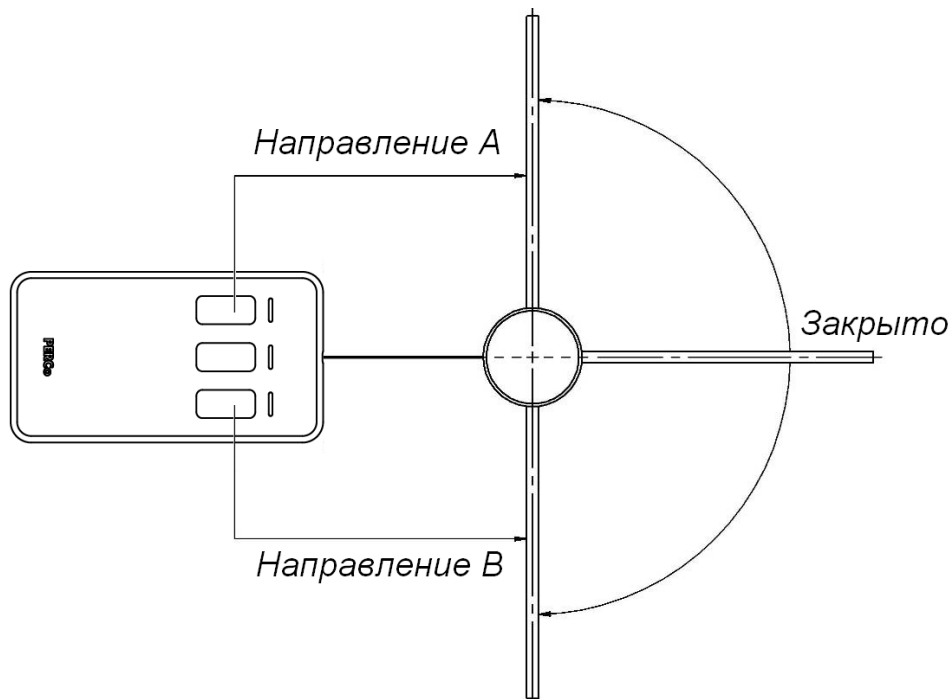

Рисунок 5. Стандартная ориентация ПДУ относительно направления раскрытия створки калитки
- **FireAlarmDir** – разъем предназначен для выбора направления открытия калитки при подаче сигнала аварийной разблокировки *Fire Alarm*. При установленной переключатель створка открывается в направлении А (см. рис. 5), при снятой в направлении В. При поставке переключатель установлена.
Стандартная ориентация ПДУ относительно направления раскрытия створки калитки показана на рис. 5. При необходимости ориентация ПДУ может быть изменена, для этого в схему подключения ПДУ, указанную на рис. 11, необходимо внести изменения в подключении проводов кабеля ПДУ к контактам клеммной колодки **XТ2** в соответствии с табл. 2.